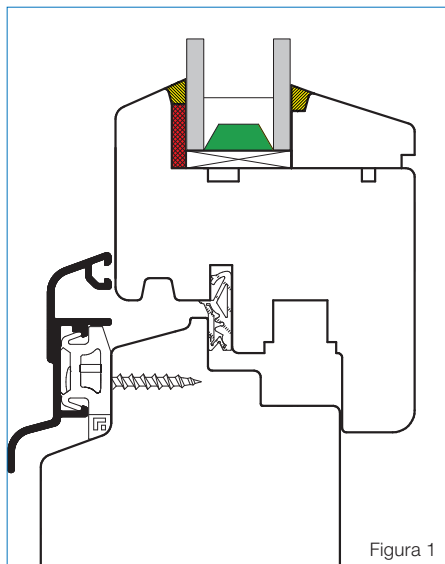

Figura 1
■ = OTTOCOLL® S 81 oder OTTOCOLL® S 81 con OTTOTAPE Duo 20 (Figura 1 bis 4)